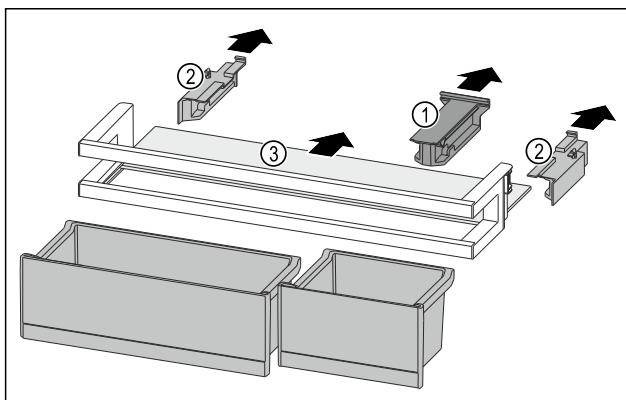

Fig. 97
- Desprindeti piesa de susținere Fig. 97 (1).
- Desprindeti piesele laterale Fig. 97 (2).
- Extragăti raftul Fig. 97 (3).